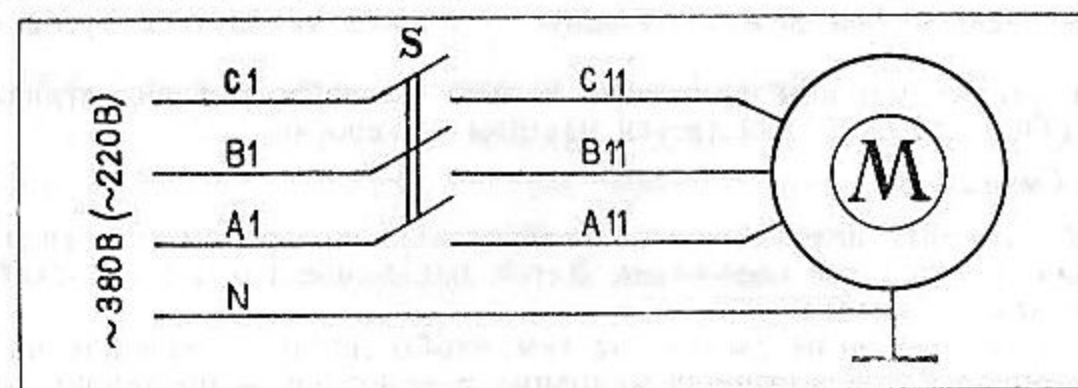

Рис. 2
5.5. Электрическая схема принципиальная (рис. 2)